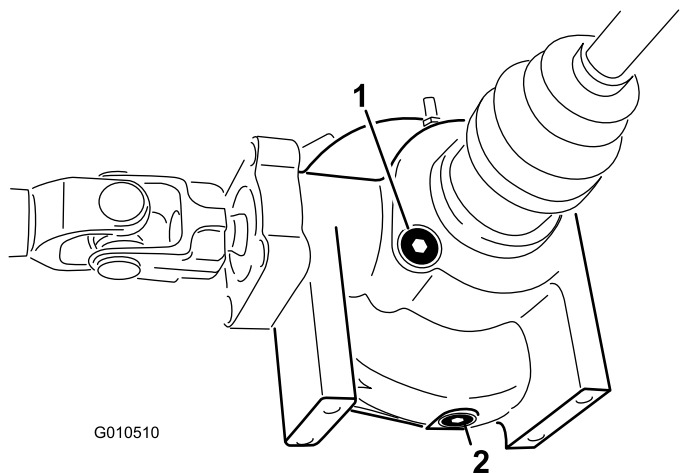

Figura 43
4. Limpie la zona alrededor del tapón de llenado/verificación en el lado del diferencial (Figura 43).
4. Limpie la zona alrededor del tapón de vaciado en el lateral del diferencial (**Figura 43**).